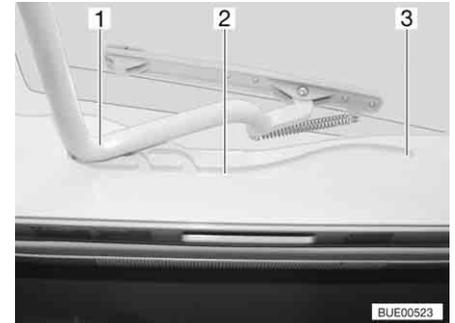

Fig. 19 Lanterneau basculant, glissière
- Tirer l'étrier (Fig. 19,1) dans les glissières (Fig. 19,2) jusqu'à la position la plus reculée (Fig. 19,3).
- Pousser l'étrier (Fig. 19,1) légèrement vers le haut avec les deux mains.
- Tirer l'étrier dans les glissières (Fig. 19,2) jusqu'à la position souhaitée.